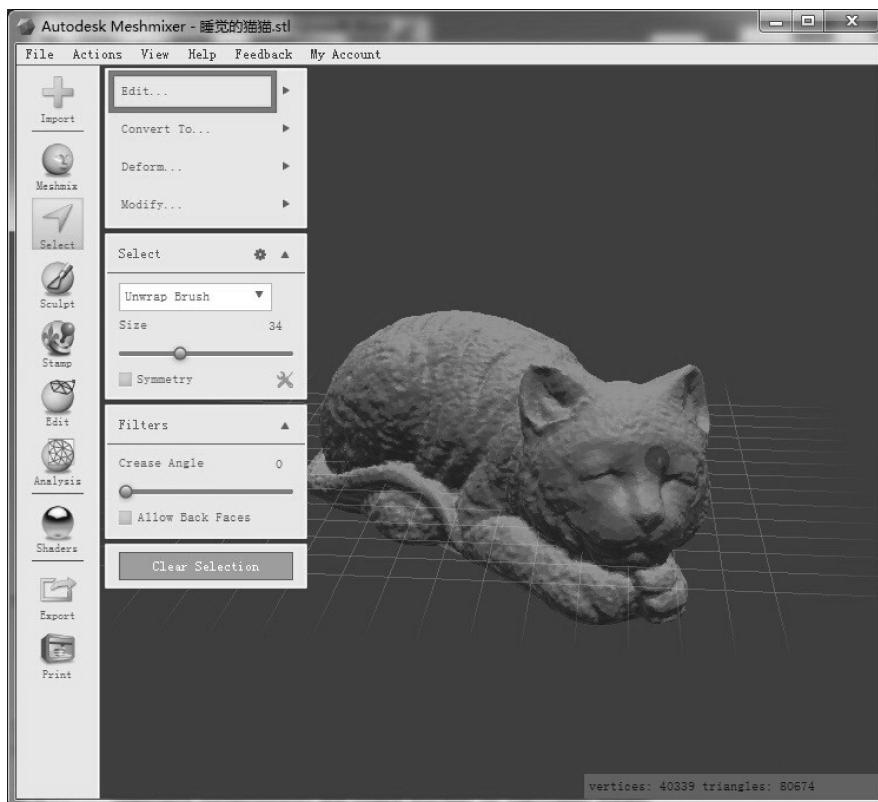

图 6-34 选取整个模型
1) 打开 Meshmixer 软件，单击主界面中的“Import”按钮导入 STL 格式的小猫模型。随后按住〈Ctrl + A〉组合键选取整个模型，此时模型变成褐色，如图 6-34 所示。